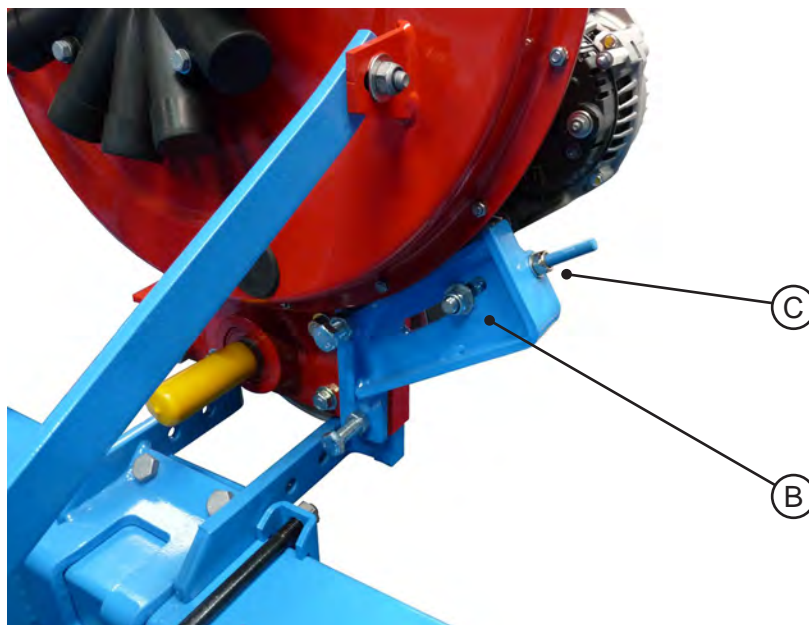

Fig.3
- Desserrer l'écrou avant (B - fig. 3)
- Avec une clé, serrer ou desserrer l'écrou de réglage (C - fig. 3) afin d'obtenir la tension nécessaire au bon fonctionnement (137 Hz).
- Unscrew the front nut (B - fig. 3)
- With a wrench, screw or unscrew the adjusting nut (C - fig. 3) in order to obtain the tension required for correct operation (137 Hz).
- Die vordere Mutter lösen (B - Abb. 3)
- Mit einem Schlüssel die Stellmutter anziehen oder lösen (C - Abb. 3), um die richtige Spannung für einen einwandfreien Betrieb zu erhalten (137 Hz).